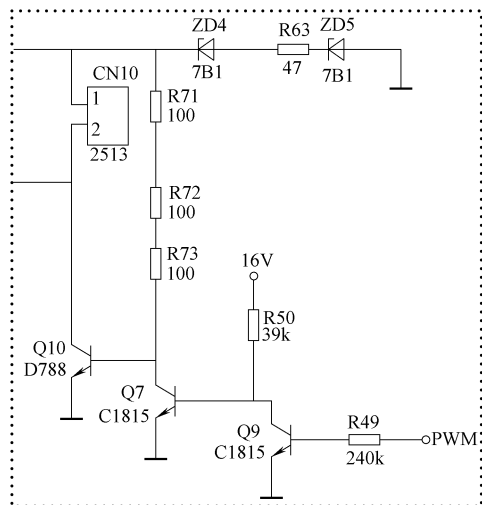

图 4-108 风扇电动机驱动电路相关截图
**维修笔记** 风扇电动机驱动电路相关截图如图 4-108 所示。